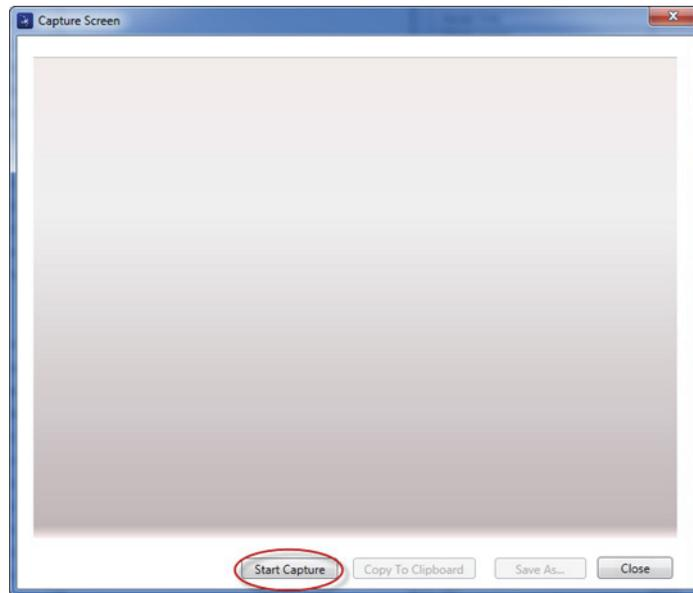

图 6-7 截取屏幕对话框
出现 **Capture Screen** (截取屏幕) 对话框 (参见第 289 页的图 6-7)。
4. 在 **Capture Screen**（截取屏幕）对话框中，点击 **Start Capture**（开始截取）（参见第 289 页的图 6-7）。